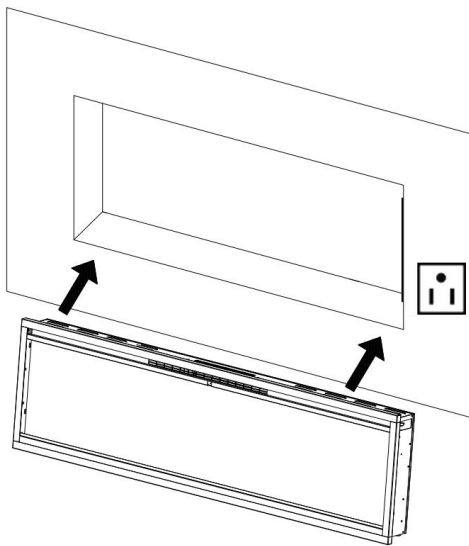

Fig. 2-1
2. Poproś dwie dorosłe osoby, aby podniosły kominek i włożyły go do ramy wstępnej, a następnie zabezpieczyły go, instalując 2 wkręty do drewna (B) przez otwory (rys. 2-1, rys. 2-2).